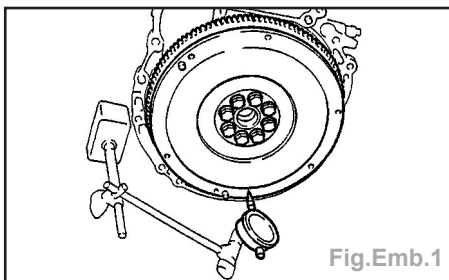

Fig.Emb.1
- A l'aide d'un comparateur fixé sur un support approprié, mesurer le voile de la surface de friction du volant moteur. En cas de voile supérieur à **0,1 mm**, remplacer le volant moteur (Fig.Emb.1).